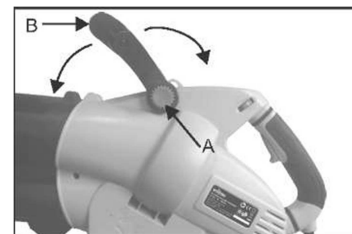

Fig. 4
1. Appuyez les boutons de réglage de l'angle (A) sur la poignée avant. (Fig. 4)
2. Ajustez la poignée avant (B) jusqu'à obtenir un angle confortable.